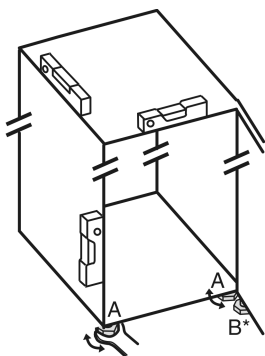

Fig. 35
- Stelvoetjes Fig. 35 (A) met meegeleverde steeksleutel en met behulp van een waterpas er uit draaien tot het apparaat vast en vlak is uitgelijnd.
- Stelvoetje Fig. 35 (B) op het lagerblok losdraaien met de bijgeleverde steeksleutel totdat deze op de vloer rust.
- Draai de verstelbare poot Fig. 35 (B) maximaal 90° verder om beschadiging van de deur te voorkomen.